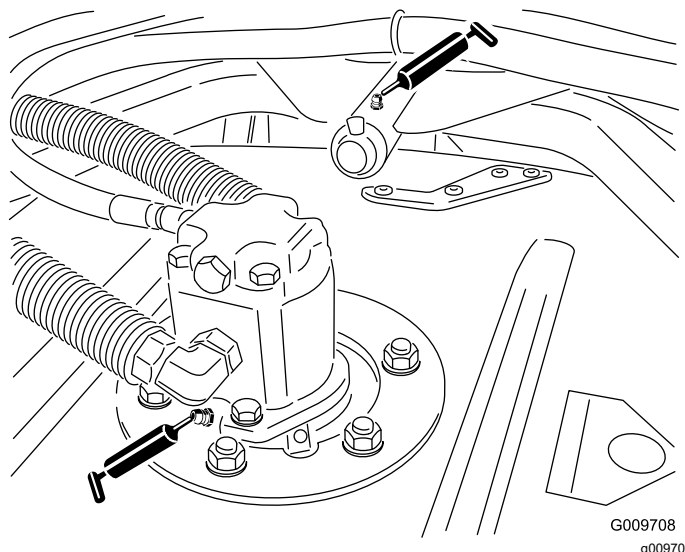

Figura 79
- Cojinetes del eje de la unidad de corte (2 por unidad de corte) tal y como se muestra en la Figura 79
- Cojinetes de los brazos de tiro de las unidades de corte (1 por unidad de corte) tal y como se muestra en la Figura 79